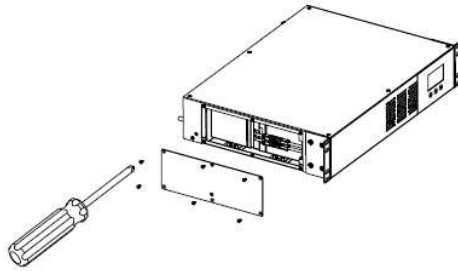

Figure 6
2. Retirez les six vis d'ancrage qui maintiennent le couvercle du compartiment de la batterie sur le côté gauche de l'onduleur. Retirez le panneau et mettez-le de côté (FIG. 6).